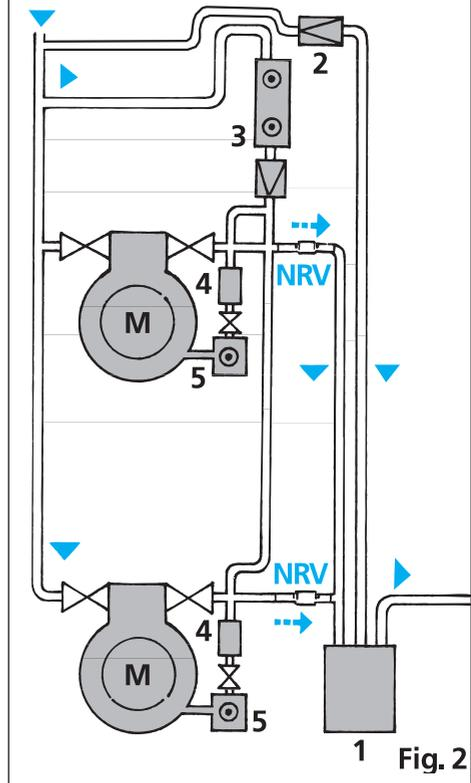

Fig. 2
*Régulateurs de niveau d'huile (fig. 2) :* Il est également possible d'installer des régulateurs de niveau d'huile. Cette approche permet le montage des compresseurs à différents niveaux. Il s'agit là d'une méthode plutôt onéreuse comparée à celle des conduites d'égalisation. Cette approche exige en effet les composants suivants:
- séparateur d'huile (1)
- soupape d'égalisation de pression (2)
- réservoir d'huile (3)
- filtre (4)
- régulateur de niveau d'huile (5)